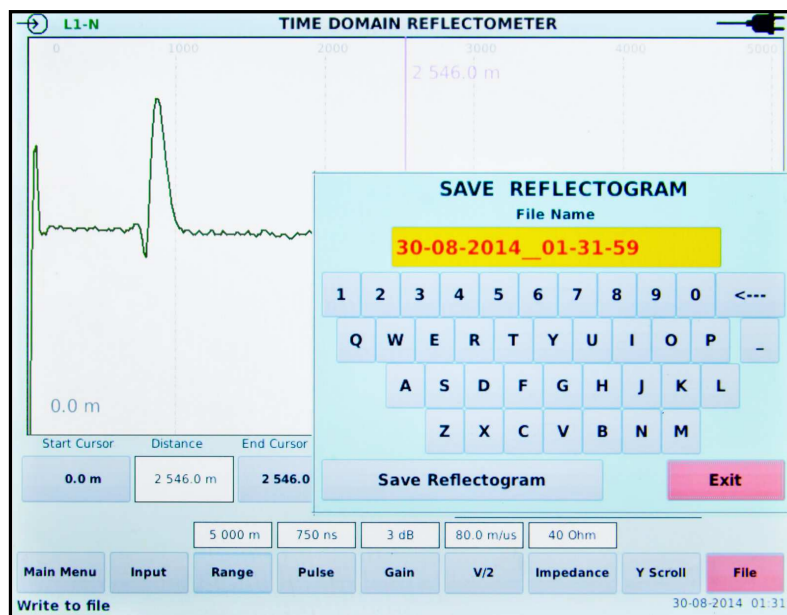

Рисунок 19 – Окно сохранение рефлектограммы в память прибора
2.2.14 Кнопка «File» позволяет сохранить наблюдаемую рефлектограмму в память прибора (см. рисунок 19). Прибор предлагает для сохранения имя файла, содержащее дату и время. При необходимости для пользователя имеется возможность изменить имя сохраняемого файла с помощью меню клавиатуры.